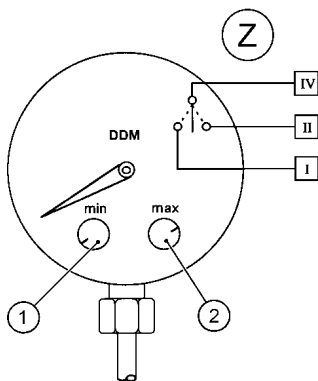

Fig. 3 DDM
4.1.3 Differenzdruck-Kontaktmanometer DDM (Bild 3)
Am linken Knopf des DDM (Bild 3, Pos.1) wird die Schaltschwelle Δp_{min} für das Schalten in höhere Drehzahlbereiche eingestellt.
Am rechten Knopf (Bild 3, Pos.2) wird die Schaltschwelle Δp_{max} für das Schalten in niedrigere Drehzahlbereiche eingestellt.